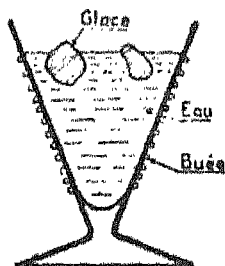

Fig. 1. — Condensation de la vapeur d'eau atmosphérique. L'eau de pluie est formée par la condensation de la vapeur d'eau contenue dans l'air.
1. — Dans un verre à moitié plein d'eau, ajoutez des morceaux de glace pour le refroidir : le verre se couvre bientôt de buée, même si le temps est beau et nous paraît très sec (fig. 1).